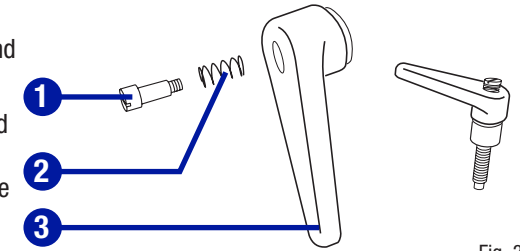

Fig. 3
**SPRING-LOADED LOCK LEVERS (Fig. 3)**